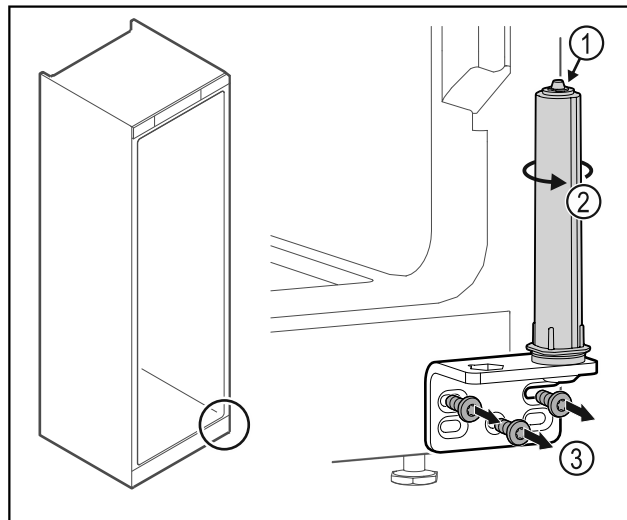

Fig. 32
- Ne szedje szét az ajtó zárrendszert Fig. 32 (1).
- Forgassa el a zárrendszert Fig. 32 (2), amíg az be nem kattann.
- Csavarozza le a csuklópántot Fig. 32 (3).